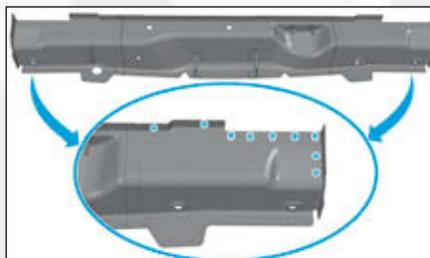

FIG.206
- Tracer puis percer sur la pièce de rechange au Ø 6,5 mm pour soudage ultérieur par points bouchons MAG (Fig.206).